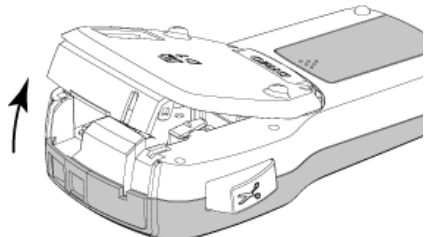

Ilustración 4
- 1 Levante la tapa del cassette de etiquetas para abrir el compartimiento de etiquetas. Vea la Ilustración 4.